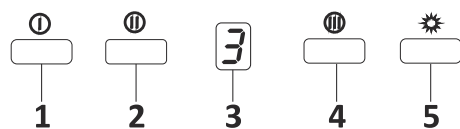

Fig. 16: Botão Spd Dig 3
1. ➤ Premir neste botão para ligar o produto. O produto também funcionará no 1º nível de velocidade quando este botão for premido.Fig. 16
2. ➤ O produto funcionará no 2º nível de velocidade quando este botão for premido.Fig. 16
3. ➤ Visor dig Pode seguir no visor a que velocidade o produto está a funcionar atualmente.Fig. 16
4. ➤ O produto funcionará no 3º nível de velocidade quando este botão for premido.Fig. 16
5. ➤ Premir neste botão para ligar ou desligar a lâmpada.Fig. 16
6. ➤ Premir e manter premido qualquer dos botões de funcionamento do motor por mais de 2 segundos, iniciará uma função de temporizador de 15 minutos. Será exibido um sinal quando o temporizador iniciar e o motor parará automaticamente após 15 minutos. Fig. 16